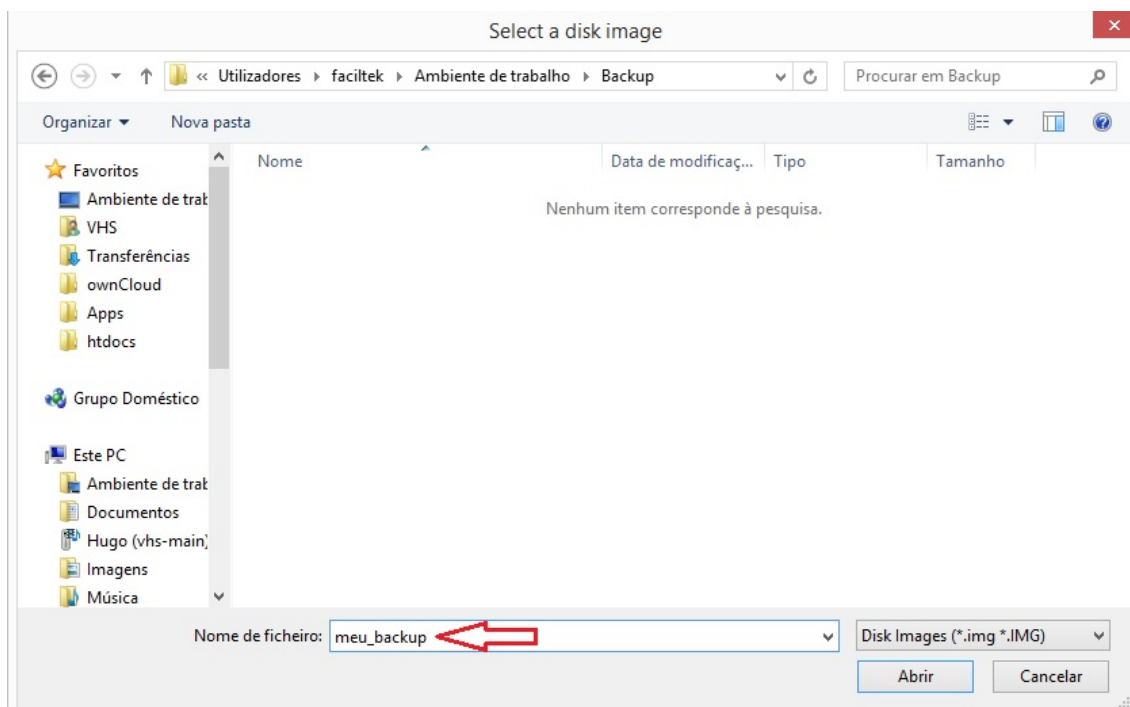

Figura 3.15: Abrir Local do Arquivo
- Clique no ícone com uma pasta, selecione uma localização para guardar o arquivo a ser criado, atribua-lhe um nome e clique em “Abrir” (Figura 3.15)